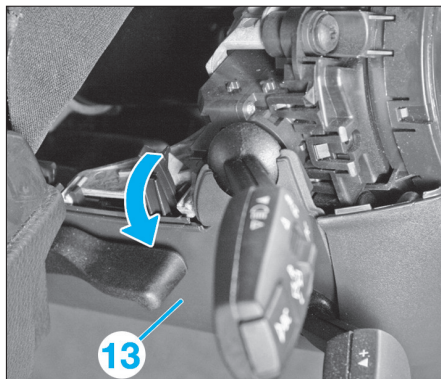

Fig. 8
- Presser les ergots de verrouillage vers l'extérieur (flèche) et dégrafer l'habillage inférieur de colonne de direction (13) vers le bas (Fig.8).